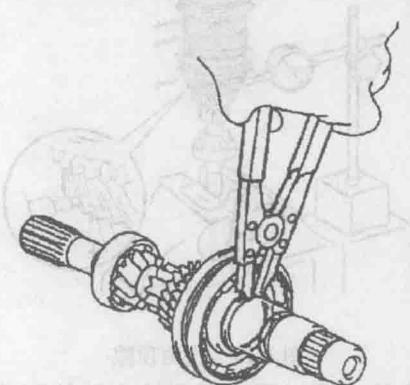

图 1-23 取下卡簧
23) 用卡簧钳取下卡簧，注意不得划伤轴表面，如图 1-23 所示。